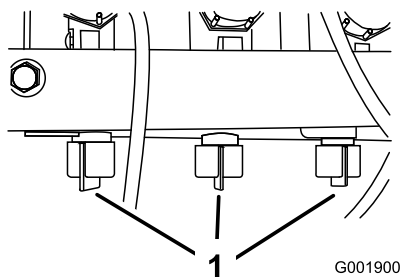

Figure 42
12. Réglez la vanne de dérivation de rampe (Figure 42) située sous le distributeur de commande de la rampe que vous avez mise hors service jusqu'à ce que la valeur indiquée au manomètre soit la même qu'au point 9.